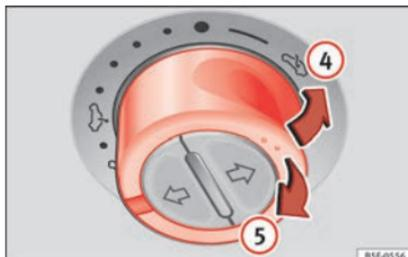

Fig. 14 No revestimento interior do teto: pressione o comutador e puxe-o para levantar e fechar o teto.
- Levantar: rode o interruptor para a posição » **Fig. 14 (4)**. Para uma posição intermédia, mantenha o interruptor acionado até atingir a posição desejada.
- Baixar: coloque o interruptor na posição » **Fig. 14 (5)**. Para uma posição intermédia, mantenha o interruptor acionado até atingir a posição desejada.